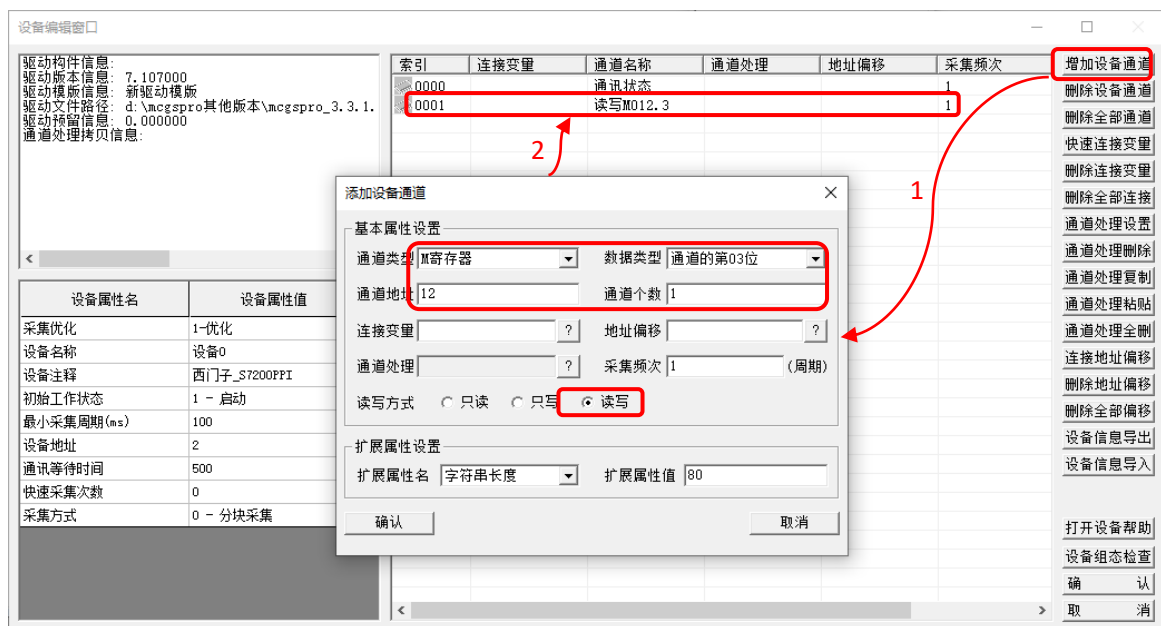

图 4.2-1 增加设备通道 M012.3
- ① 添加位通道：在设备窗口，双击 “西门子_S7200PPI” 驱动进入 “设备编辑窗口”。如图 4.2-1 所示，先通过 “删除设备通道” 按钮，删除默认的通道；再点击 “增加设备通道” 按钮，弹出 “添加设备通道” 对话框，选择通道类型 “M 寄存器”，数据类型 “通道的第 03 位”，通道地址为 “12”，通道个数为 “1”，读写方式选择 “读写”。设置完成点击 “确认”。可以看到设备编辑窗口增加通道成功。